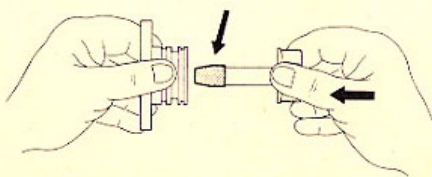

FIG. 31 Montaggio albero pompa
- 3) Usando l'apposita busta (cod. 05.0258.0) per non danneggiare i paraoli precedentemente montati, infilare l'alberino con girante (fig. 31) spingendolo fino a fondo.